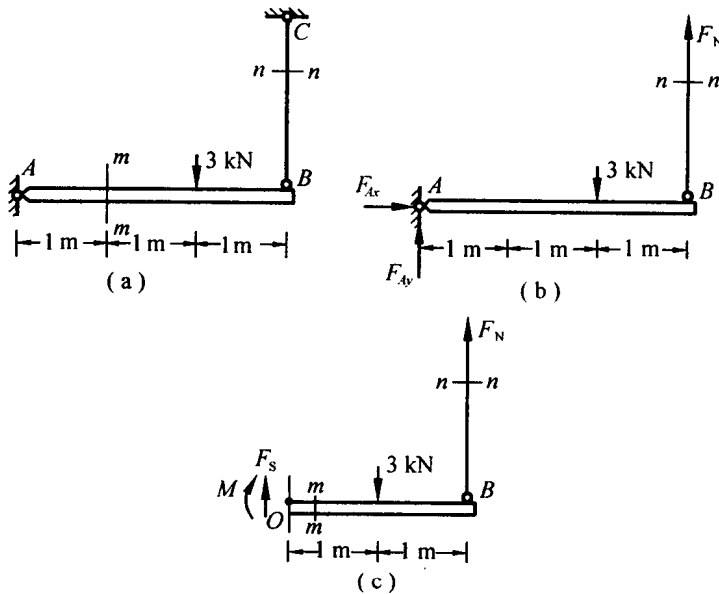

图 1-2
1.2 试求图 1-2(a) 所示结构 $m-m$ 和 $n-n$ 两截面上的内力, 并指出 AB 和 BC 两杆的变形属于何类基本变形。
解 应用截面法,对图 1-2(a)取截面 $n-n$ 以下部分为研究对象,受力如图 1-2(b) 所示。由平衡条件 $\sum M_A = 0, F_N \times 3 - 3 \times 2 = 0$, 解得 $F_N = 2 \text{ kN}$ 。
应用截面法,取图 1-2(a) 所示截面 $m-m$ 以右及 $n-n$ 以下部分作为研究对象,其受力如图 1-2(c) 所示。由平衡条件 $\sum M_O = 0, F_N \times 2 - 3 \times 1 - M = 0, \sum F_y = 0, F_S + F_N - 3 = 0$, 解得 $M = 1 \text{ kN} \cdot \text{m}, F_S = 1 \text{ kN}$ 。